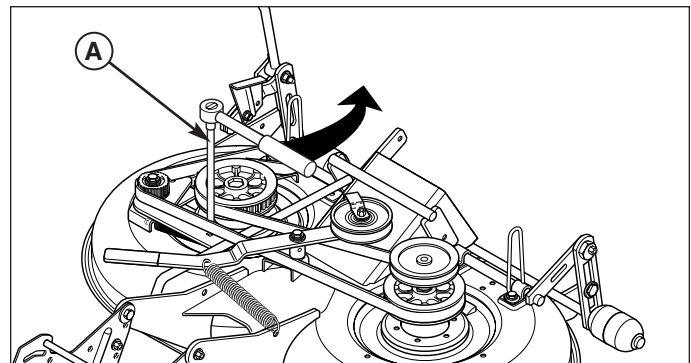
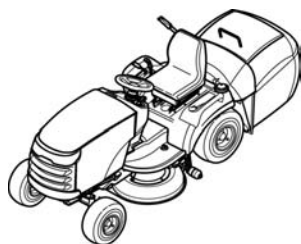

**Figure 38. Courroies de la tondeuse**
**Figure 39. Relâchement de la tension de la courroie**
3. Prendre note de la position du guide de courroie de la poulie folle (E, Figure 38). Desserrer la vis de poulie folle et enlever la courroie de la poulie (D).
4. Installer la nouvelle courroie (B) comme indiqué. Lorsque la plate-forme de tondeuse est installée sur le tracteur, la courroie passe autour de la poulie d'embrayage de la PDF (A), de la poulie folle (D) et de la poulie d'entraînement de la plate-forme de tondeuse (C).
5. Remettre le guide de courroie de la poulie folle (E) à sa position d'origine et serrer la vis de la poulie folle.
3. Desserrer la vis de poulie folle (G, Figure 38).
4. À l'aide d'un cliquet (A, Figure 39), déplacer la poulie folle (H, Figure 38) pour relâcher la tension de la courroie (F).
5. Enlever la courroie (F).
6. Installer une nouvelle courroie (F) sur les poulies comme indiqué. Le fait de relâcher la poulie folle (H) permet au ressort de tendre automatiquement la courroie crantée.
7. Serrer la vis de la poulie folle (G). Remettre les carters de courroie.